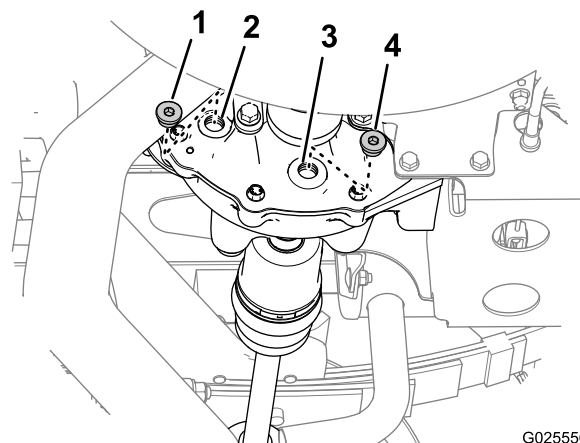

Figura 73
1. Allineate una bacinella di spurgo sotto il tappo di spurgo (Figura 73).
2. Rimuovete il tappo di riempimento e quello di spurgo dai relativi fori del differenziale (Figura 73).
4. Inserite il tappo di spurgo nel relativo foro (Figura 73) e serrate il tappo a 14 - 19 N·m.
5. Aggiungete 550 ml dell'olio specificato nel foro di riempimento del differenziale (Figura 73).
6. Inserite il tappo di riempimento nel relativo foro (Figura 73) e serrate il tappo a 14 - 19 N·m.